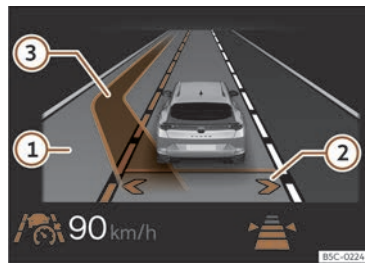

Fig. 148 Sur l'écran du combiné d'instruments : affichage du changement de voie assisté (représentation graphique).
Ainsi, le changement de voie assisté est activé. Les flèches de votre propre voie sur l'écran du combiné d'instruments s'affichent en gris >>> **fig. 148 ②**